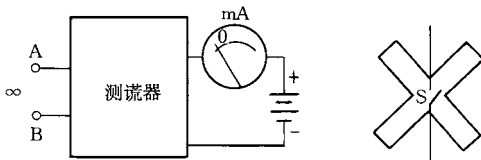

图 3-5
(5) 由于在不测试时，两个测试接触点 A、B 之间呈断路状态，两个晶体管 VT1、VT2 均截止，电路无电流，因此本电路不需要另外设置电源开关(见图 3-5)。